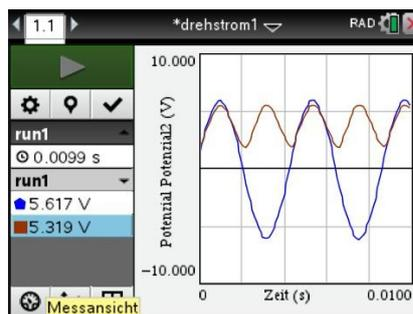

Bild 18.2
2. *Optional:* Verbindet man die Anschlüsse a und b mit einem Brückengleichrichter, und lässt man die Gleichspannung mit einem potenzialfreien Spannungssensor zusätzlich darstellen, so erhält man Bild 18.2. Gut zu erkennen ist die Frequenzverdopplung der pulsierenden Gleichspannung.5